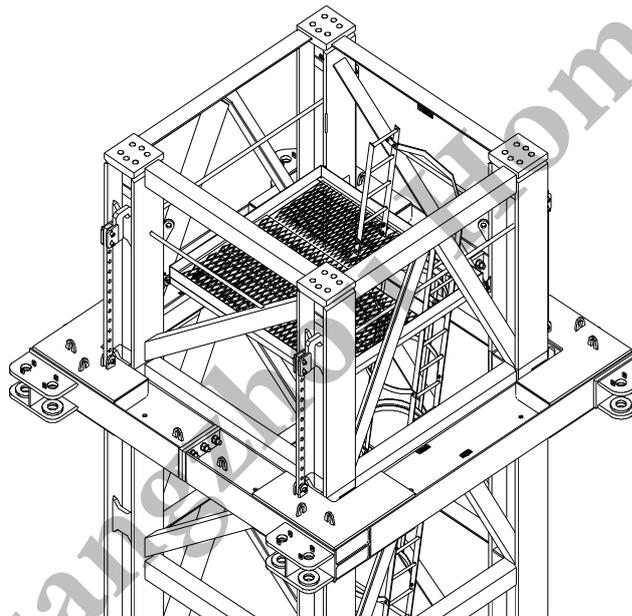

图 7.4-4
d. 重复 b 步骤操作,将附着梁半梁(2)通过支架(3)及连杆(4)固定标准节顶升块上，见图 7.4-4。